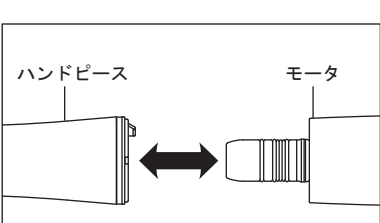

図 1
- 1) ハンドピースをモータにまっすぐ挿し込みます（図1）。光付きの場合は、ハンドピースを左右どちらかに「カチッ」と音がするまで回してロックします。